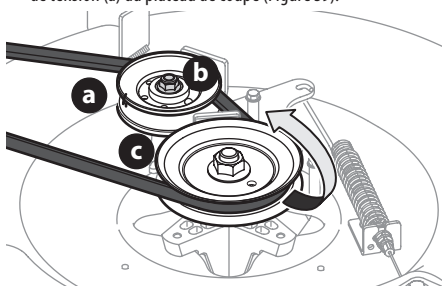

Figure 39
7. Desserrez le contre-écrou à bride (b) qui fixe la poulie de tension (sur les plateaux de coupe de 24" seulement) (a) afin de créer assez d'espace pour retirer la courroie. Retirez la courroie autour de la poulie d'entraînement (c) et de la poulie de tension (a) du plateau de coupe (Figure 39).